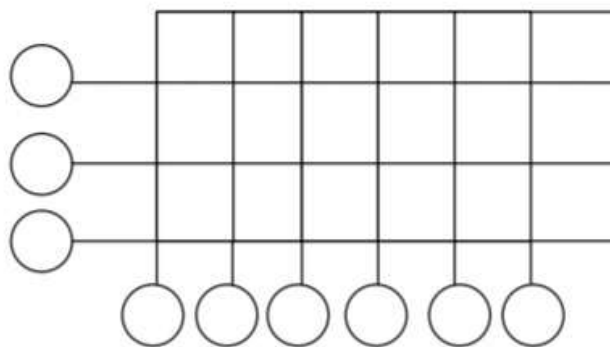

Рис. 33. Проведение координационных осей
- Вычерчиваются штрихпунктирными тонкими линиями координационные оси. Обозначение координационных осей выносят на нижнюю и левую сторону плана (рис. 33). Они обозначаются в кружочках диаметром 8–10 мм по горизонтали слева направо цифрами. По вертикали вверх снизу - прописными буквами русского алфавита. Оси определяют расположении стен и колонн в здании. Расстояния между координационными осями берутся по единой модульной системе и должны быть кратными основному модулю. Величина модуля равна 100 мм. Рекомендуемые расстояния между осями для АТП – 6, 12 и 18 метров.